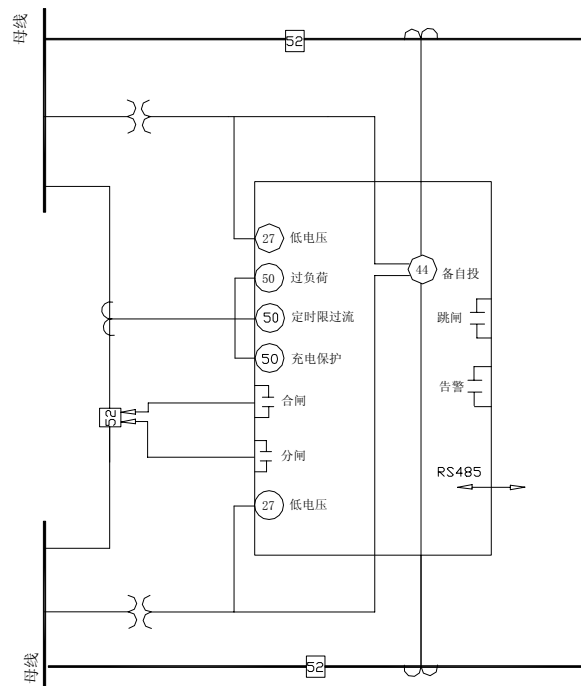

图4: NZB6514DC/ NZB6514AC功能配置图
1.3.4 Nzb6514DC/ Nzb6514AC微机母联备自投保护装置，功能配置见图4